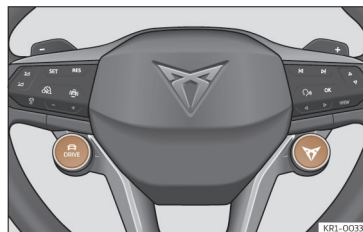

Abb. 111 Multifunktionslenkrad: Tasten DRIVE und CUPRA, um das Fahrprofil auszuwählen und zu wechseln.
- **ODER:** Drücken Sie die Taste **DRIVE**¹⁾ am Multifunktionslenkrad >>> (**Abb. 111**), um das Fahrprofil **Cupra** zu aktivieren.
- **ODER:** Drücken Sie mehrmals die Taste **DRIVE**¹⁾ am Multifunktionslenkrad >>> (**Abb. 111**), um zwischen den Fahrprofilen zu wechseln.